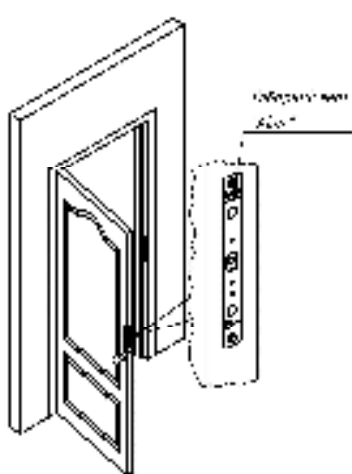
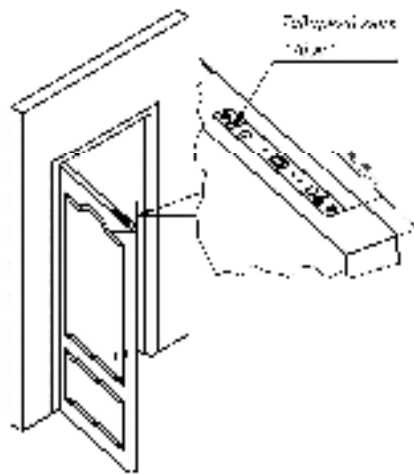

Рисунок 2 – Установка замка в вертикальном варианте
Рисунок 3 – Установка замка в горизонтальном варианте
6.1 Корпусная часть замка AL-250SM монтируется в дверную коробку, якорная часть - в дверное полотно. Замок в вертикальном варианте установки монтируется в среднюю часть двери (рисунок 2), замок горизонтального варианта устанавливается в верхней части двери (рисунок 3). Габаритные размеры якорной и корпусной частей замка приведены на рисунках 5 и 6.
6.2 В состоянии поставки замок предназначен для монтажа в горизонтальном положении в верхней части двери (рисунок 3).
Якорная часть при вертикальной установке замка должна быть сориентирована в гнезде по установочной метке в виде товарного знака «ALet» направлением вверх (рисунок 2), для горизонтального варианта установки знак «ALet» на якорной части должен ориентироваться в сторону оси поворота двери (рисунок 3).